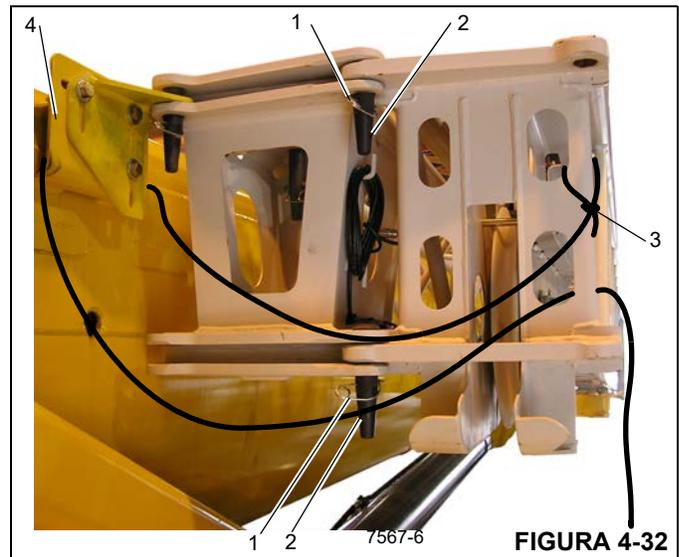

FIGURA 4-32
3. Fije un cable guía (3) (Figura 4-32) en la parte delantera de la extensión.
- a. Dirija el cable guía alrededor del extremo de la extensión y a través de una escuadra (4) (Figura 4-32) en la pluma principal y de vuelta.
6. Retire las pinzas de retención (1) (Figura 4-32) y tire de los pasadores (2) para sacarlos de los puntos de conexión. Inserte los pasadores en el sujetador y asegure con las pinzas de retención.